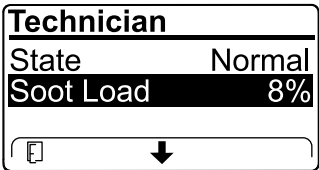

Figura 47
- Veja a carga de fuligem que é medida como percentagem de fuligem no DPF (Figura 47); consulte a tabela de carga de fuligem.